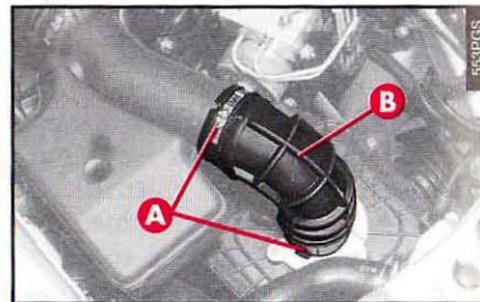
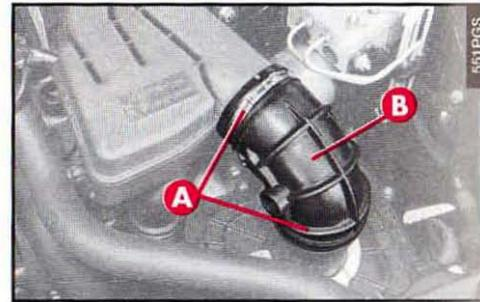
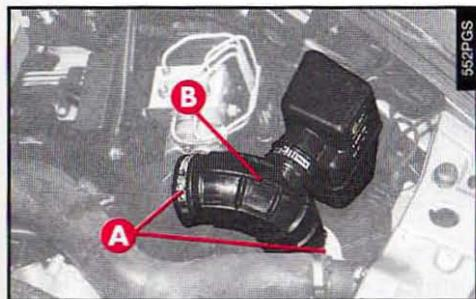

fig. 33 - moteur 2.0 T.SPARK
fig. 34 - moteurs 2.5 V6 24V - 3.0 V6 24V
fig. 35 - moteur 2.4 JTD
– Moteurs 2.0 T.SPARK (fig. 33), 2.5 V6 24V - 3.0 V6 24V (fig. 34) et 2.4 JTD (fig. 35): desserrer les circlips (A) et enlever le manchon (B).